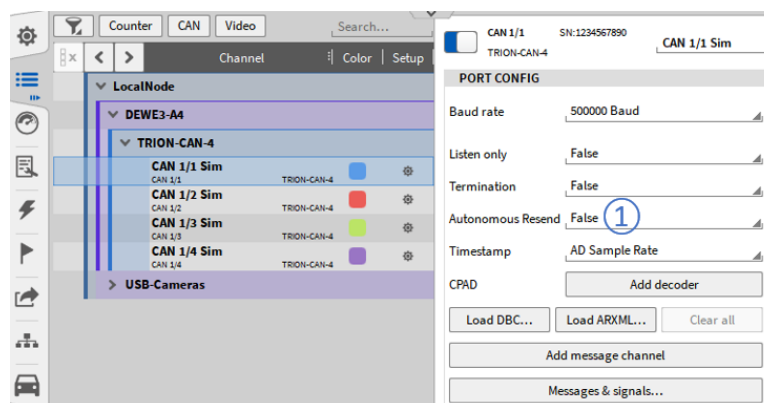

Abb. 7.216: Autonomous resend Option
Die Option *Autonomous Resend* (siehe ① in Abb. 7.216) bietet die folgende Funktionalität für CAN-Ports, die Daten übertragen: